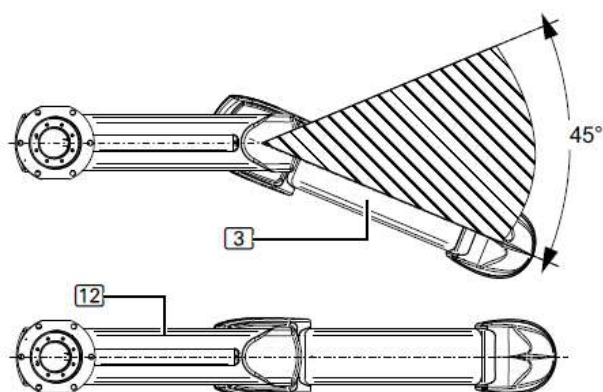

Fig.4 Sistem cu braț dublu și rulment de fricțiune între brațe
- Brațe motorizate sau cu arc: pentru versiunile cu braț dublu și cu rulment de fricțiune între ele, se recomandă montarea a 2 opritoare cu bilă ③ (vezi Fig.4). Reprezentarea detaliată ilustrează rulmentul intermediar ⑪ (fără inel exterior) și poziția șurubului de oprire ① pe opritoarele cu bilă ③.